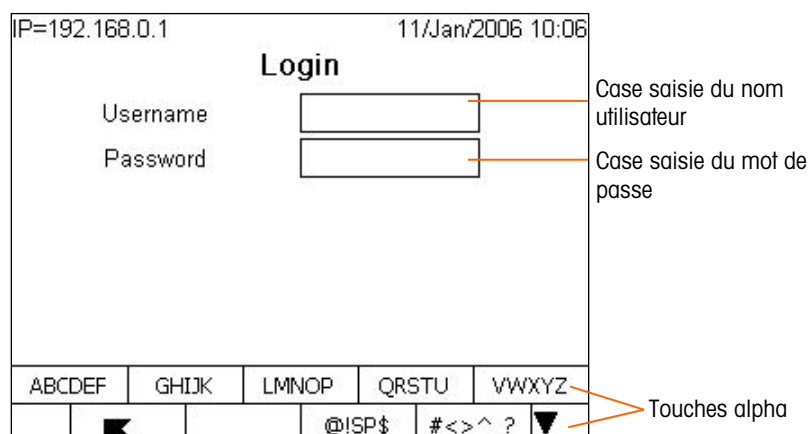

Figure 3-2 : Écran de connexion (touches alphabétiques)
1. Appuyez sur la touche ENTRÉE pour changer la mise en évidence et accéder à la case de saisie du nom de l'utilisateur. Les touches programmables deviennent des touches alphabétiques (voir Figure 3-2).
1. Après avoir mis en évidence l'étiquette du champ Mot de passe, appuyez sur la touche ENTRÉE. Les touches programmables deviennent des touches alphabétiques (voir Figure 3-2) et la mise en évidence se déplace vers la case de saisie du mot de passe.